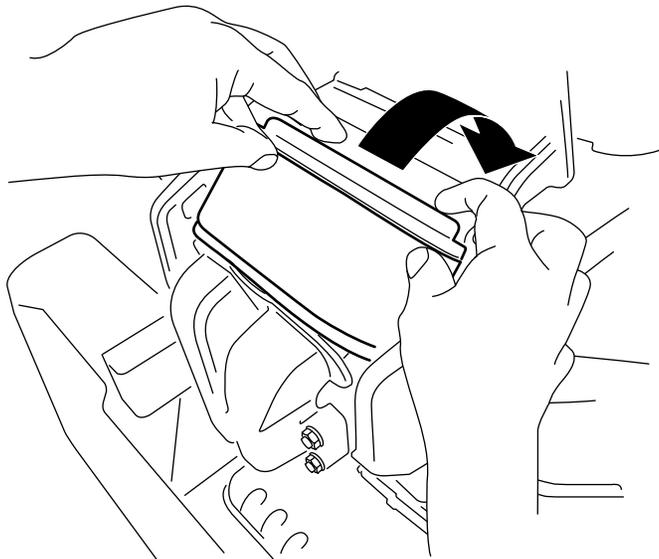

Figura 40
3. Ruotate il filtro nella camera e innestatelo completamente contro il collettore (Figura 40).